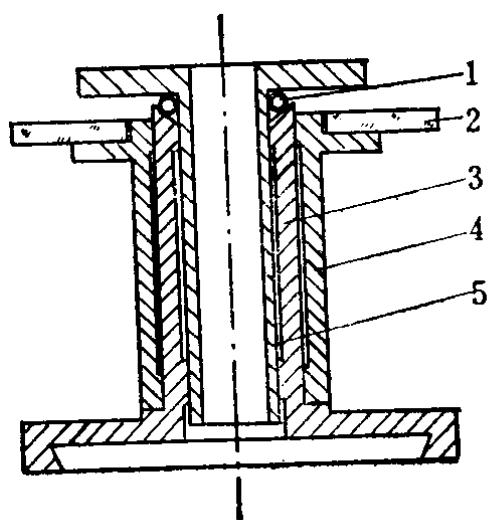

图 1-2 竖轴结构图
仪器的照准部轴为半运动式的柱形轴，如图 1-2 所示，在轴套顶端装有25颗滚珠（图 1-2 之 1），可以增加轴系精度并减少照准部旋转的阻力。竖轴轴心是空的，里面装着光学对中器的转向棱镜，十字线分划板和物镜。
3) 将仪器竖置, 在仪器底部中央对准竖轴放一只洁净的碟子, 然后用两手握住望远镜支架轻轻将照准部轴扭动, 从轴套中向上提出, 此时轴套顶端周围的25颗滚珠(图1-2
4)滚珠的安装 将仪器竖置,在水平度盘盒上面的左右边缘,放两块厚约15毫米的小方木块,将照准部轴(图1-13a之7)插入轴套后,搁在这两块小方木块上,使上面的照准部轴与下面轴套之间留出一段距离,用宽头镊子将洗清的滚珠全部装入轴套顶端,如图1-2之1所示,并滴入适量的仪器油,然后取下小方木块,使照准部轴(图1-2之5)全部插入轴套(图1-2之3)内。如果这种型号的仪器比较多,可参照仪器式样,做一个专用的仪器倒置木座,供照准部轴倒放,在照准部轴端,适量地滴些仪器油,将滚珠全部贴紧在照准部轴周围,然后将轴套连同水平度盘盒倒插进照准部轴使之密合。